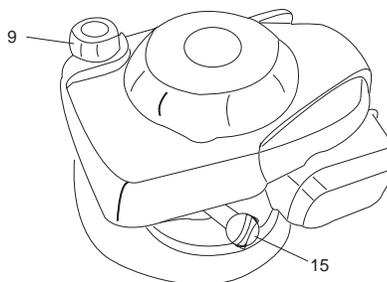

Fig. 6
- Dévisser et retirer le bouchon du réservoir de carburant (9) (Fig. 6).